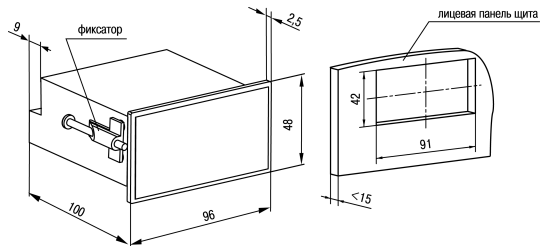

Рисунок 4.7 – Габаритные размеры корпуса Щ2
1. Подготовить на щите управления монтажный вырез для установки прибора (см. *рисунок 4.7*).